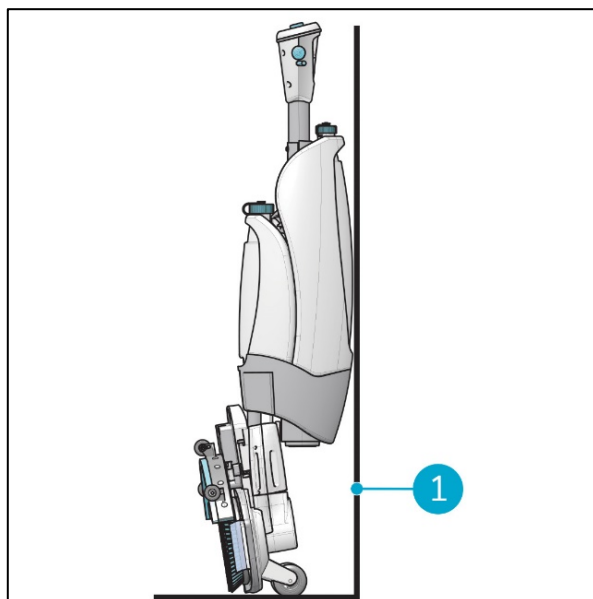

Figure 24
3. Rangez l'i-mop XL pro près d'un mur (Figure 24, pos 1) avec la poignée dirigée vers le mur et les brosses orientées loin du mur.